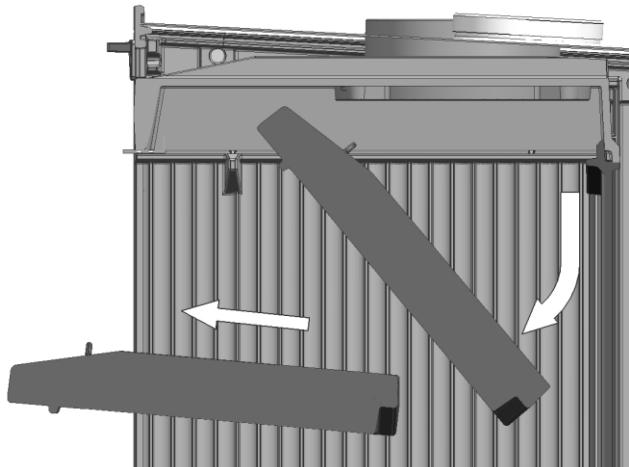

Fig. 2
B – Inclinar y desplazar el deflecto hacia abajo quedando libre la pieza (Fig.2).
- a) Mantenga alejado cualquier material combustible (muebles, cortinas, ropa, etc.), a una distancia mínima de seguridad de 0,90m. (Fig.2)